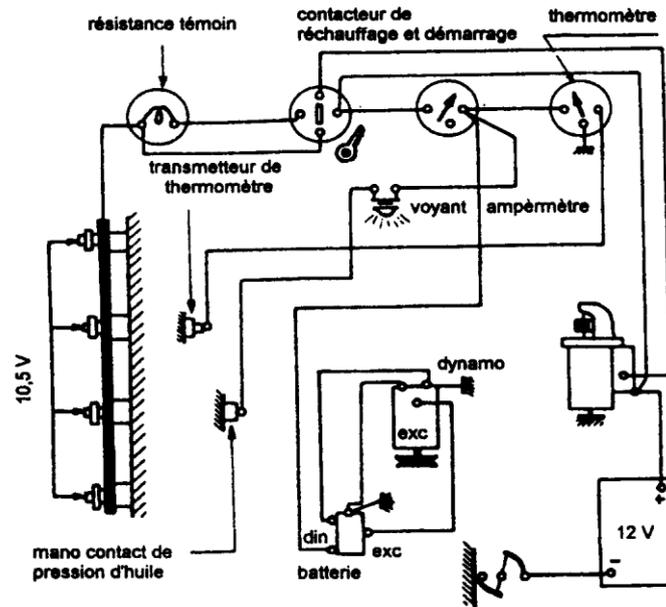

Fig. 26
a) bougies unipolaires (fig.26)